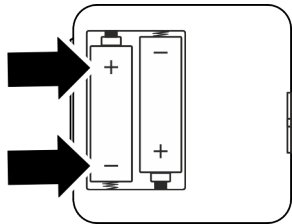

Fig. 5: Colocar la pila
3. Coloque 2 pilas alcalinas de 1,5 V AA LR6 con la polaridad correcta (Fig. 5) en la tapa de la carcasa.
5. Coloque 2 pilas alcalinas de 1,5 V AA LR6 con la polaridad correcta (Fig. 5) en la tapa de la carcasa.